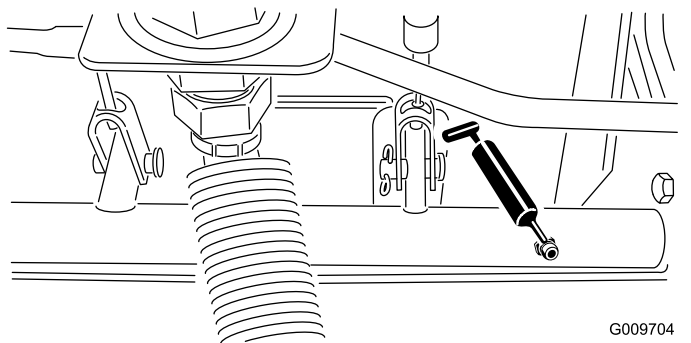

Рисунок 33
- Подшипники шарниров тормозных валов (5 шт.), как показано на Рисунок 33.